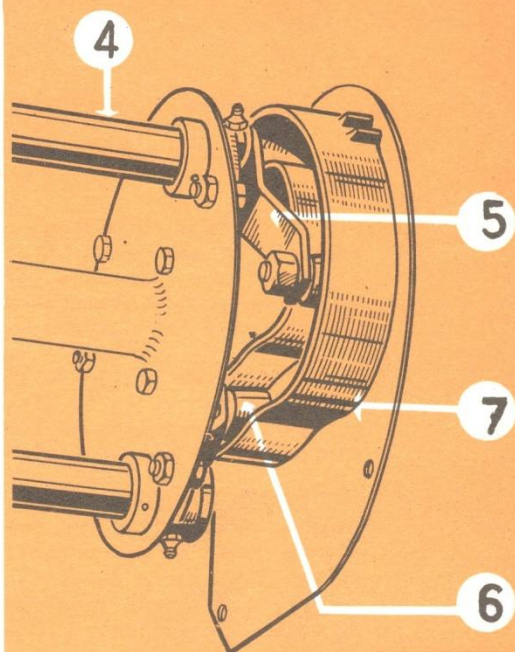

FIG. 5
C COMPRESSION (FIG.5)
L'autre extrémité de l'arbre des noueurs, du côté gauche de la machine, est pourvue d'une manivelle (9 fig. 5) qui actionne la bielle (10) commandant l'arbre des aiguilles. Il y a lieu de préciser que la bielle de commande des aiguilles comporte un dispositif de sécurité à goupille de cisaillement.